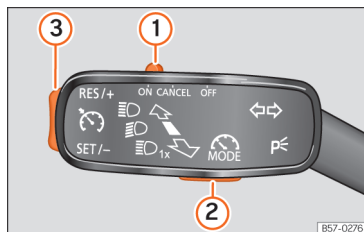

Abb. 229 Links von der Lenksäule: Hebel und Tasten zur Bedienung des Geschwindigkeitsbegrenzers.
Wenn Sie den Geschwindigkeitsbegrenzer – beispielsweise zum Überholen – vorübergehend deaktivieren möchten, bringen Sie den Schalter » Abb. 229 ① des Blinkerhebels in die Stellung **CANCEL** oder bringen Sie den dritten Hebel zum Druckpunkt **CANCEL** oder drücken Sie die Taste ② eines der beiden Hebel.